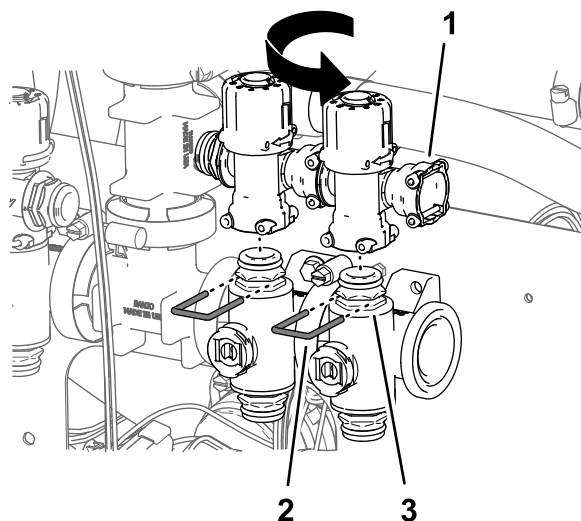

図 101
8. ノズルバルブ 6 番と 7 番のバイパスバルブについてもステップ 57 の作業を行う 図 101。